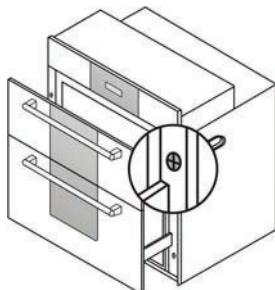

图1
□ 按图1所示打开消毒的柜门，用螺丝刀、扳手等工具拆卸左右两侧的四套运输螺钉和螺母。